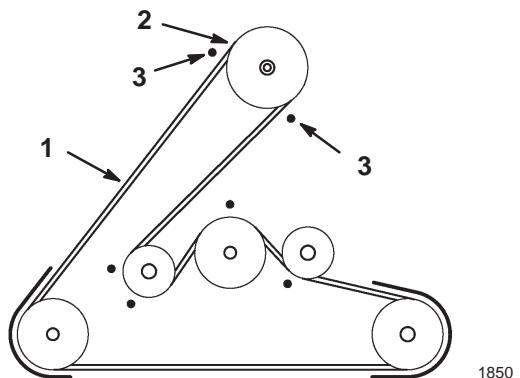

Figure 5
3. Passez la courroie d'entraînement des lames sur la poulie motrice inférieure (Fig. 5). En procédant prudemment, il est possible d'écartier les guide-courroie de la poulie juste assez pour installer la courroie. Si cela s'avère trop difficile, desserrez les boulons et écrous de fixation des guide-courroie.